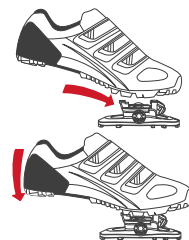

Figura 4. Pressionar para baixo e para frente para engatar
- Para fixar os pés nos pedais, coloca a zona dianteira do cleat na zona dianteira do pedal (Figura 4) e pressiona para baixo com a zona plantar dianteira do teu pé. Deves conseguir ouvir um clique, indicador de que o cleat engatou no pedal.